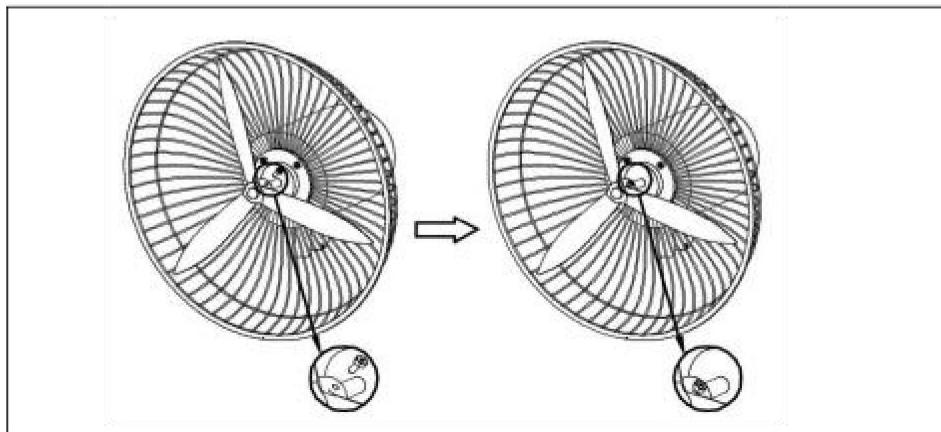

Fig.6.
2). Instale las aspas del ventilador (14) en el eje del motor y luego bloquee el tornillo de las aspas (16). Consulte la (Fig.6).